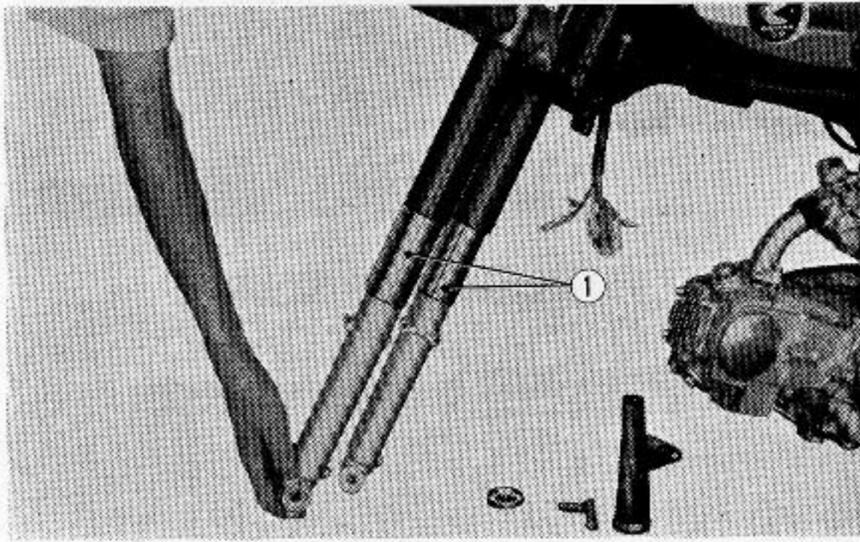

Abb. 4.16 Vorderradgabel ausbauen
① Prüfgerät
② Feder
(6) Zwei 8×32mm Sechskantbolzen lösen, die den Stoßdämpfer an der unteren Gabelbrücke befestigen, und den Stoßdämpfer nach unten herausziehen. (Abb. 4.16)